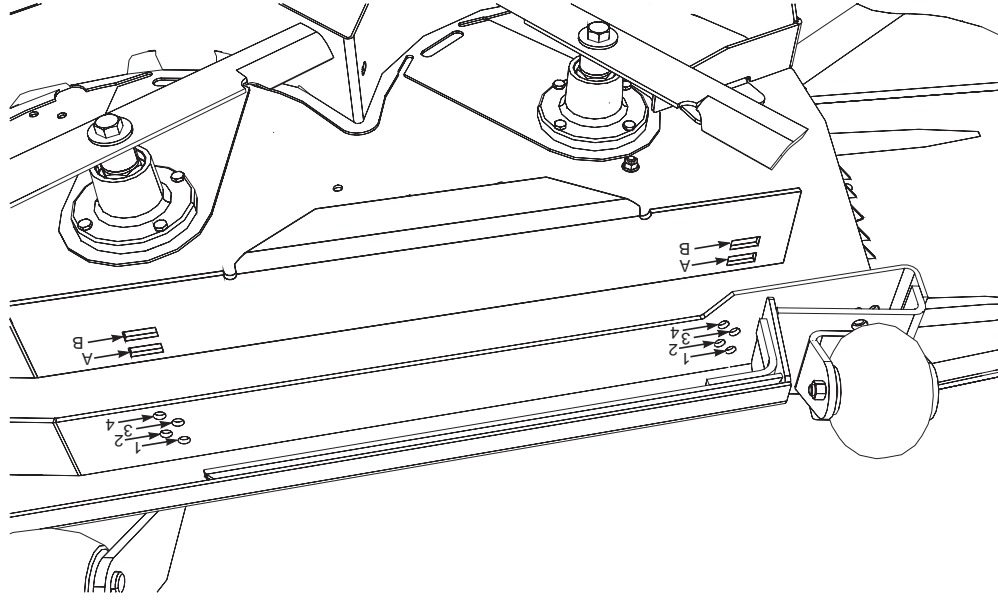

Figura 6-10. Ajuste del deflector de corte personalizado de 7 posiciones
A. Posición de 3-1/2" ó 3-3/4" - (Vea la Figura 6-10). Para césped muy alto, tieso y difícil de cortar.
B. Posición de 4" (ajuste de fábrica), 4-1/4" ó 4-1/2" - (Vea la Figura 6-10). Para cortes de propósito general. Esto le da la mejor combinación de desempeño de corte en todos los tipos de césped.
C. Posición de 4-3/4" ó 5-1/4" - (Vea la Figura 6-10). La colocación del deflector en el ajuste de 4-3/4" ó 5-1/4" mejorará el corte en otoño (recojo de hojas) y reducirá los "soplos" en la plataforma de corte.
3. Mueva el deflector de corte personalizado a la posición deseada. Vea la Figura 6-10.